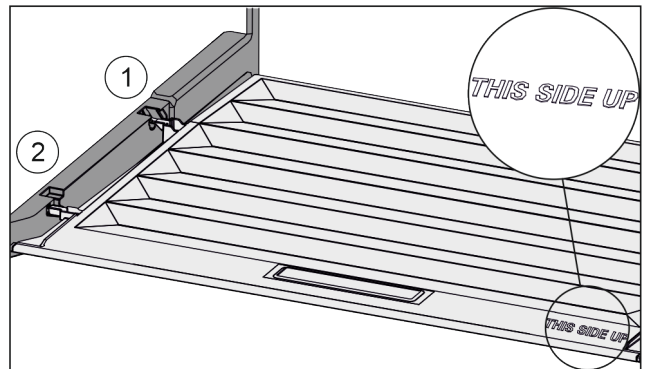

Fig. 108
- Dekselranden via de opening van de achterste houder Fig. 108 (1) aanbrengen en van voren in de houder Fig. 108 (2) klikken.